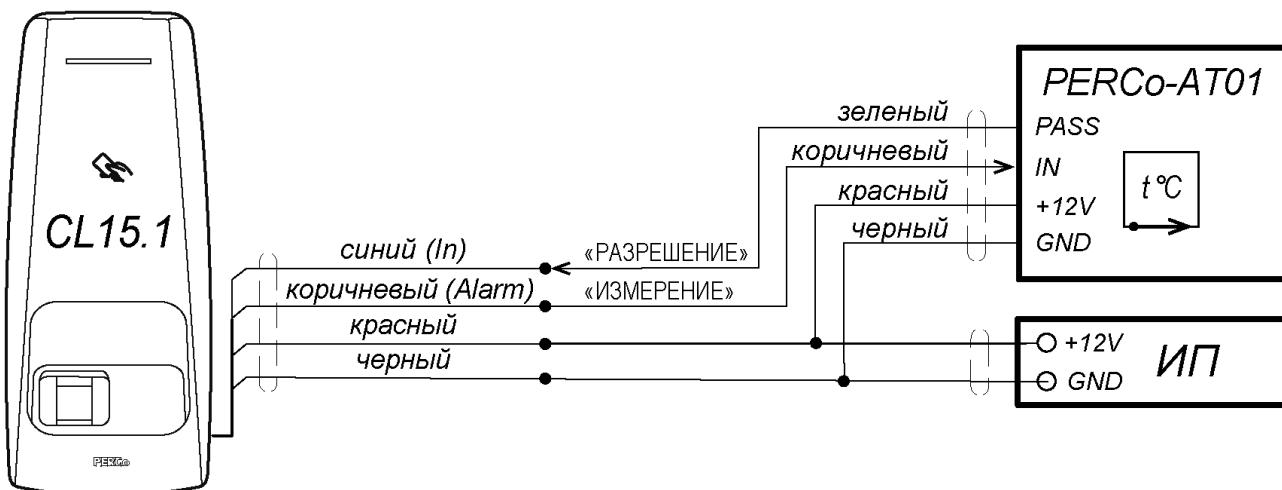

Рисунок 12. Схема подключения к контроллеру PERCo-CL15.1 пирометра PERCo-AT01
1. **Отсутствуют сетевые настройки в компьютере** – установите IP-адрес и маску подсети компьютера. Контроллер при этом должен быть подключен либо непосредственно к сетевому разъему сетевой карты компьютера, либо к тому же Hub/Switch, в который включен компьютер (см. рис. 12).